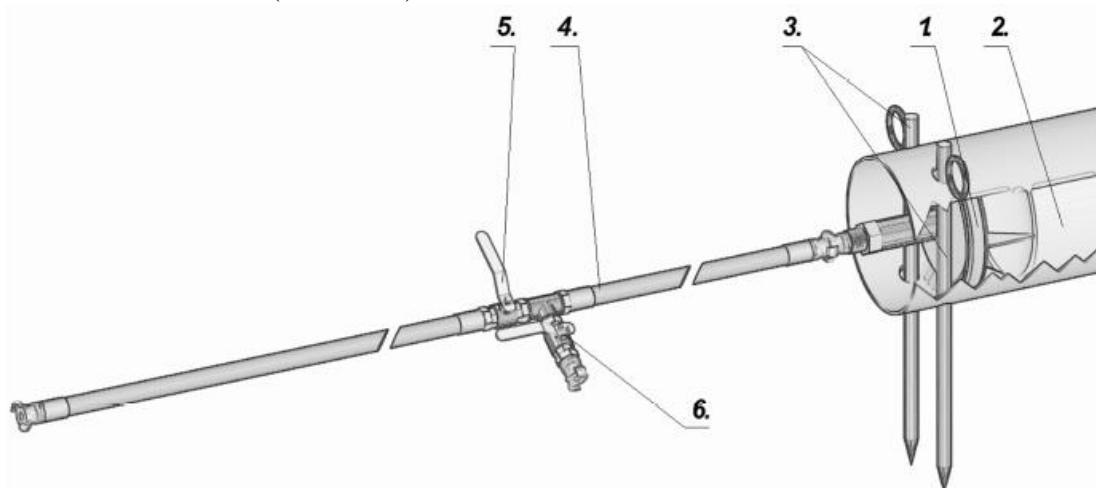

Figura 9.11.1
- k) Schimbati cursul directiei rachetei MAX (R) in revers.
Pentru a curata tevile, aveti nevoie de urmatoarele: Placa de blocare (1) (marimea utilizata depinde de diametrul tevi), Piston (2), Bolturi de blocare (3) Pentru fixarea placii de blocare, Furtun de aer (4) cu supape (5,6) (Figura 9.11.1, precum si la nevoie o masina de gaurit sau un aparat de sudura/taiere oxi-acetilenic (cu flacara).